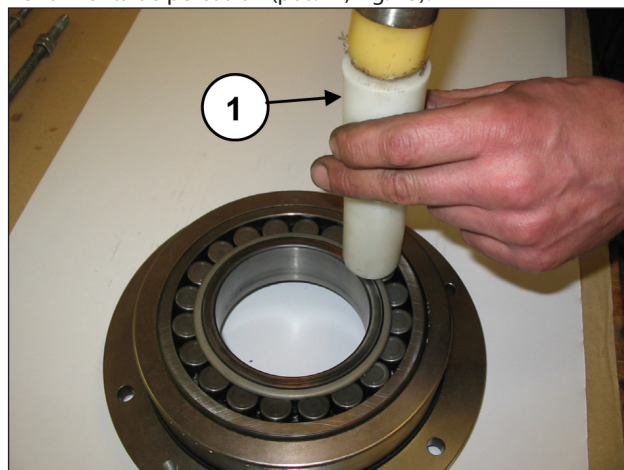

Fig. 25
Separar la tapa portacojinetes del cojinete utilizando una herramienta de percusión (pos. ①, Fig. 25).